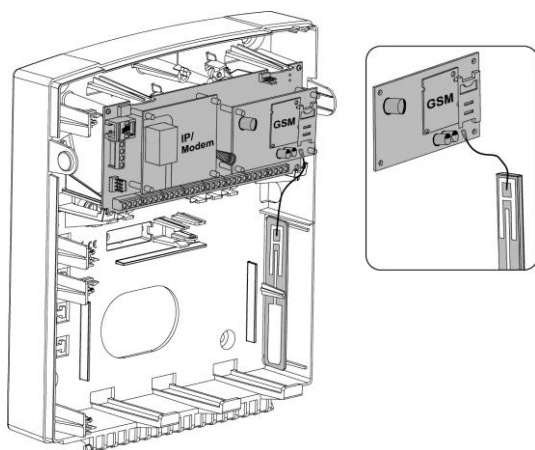

Figura 2-10 Posizionamento del modulo GSM/GPRS e dell'antenna
1. Posizionare la scheda di comunicazione GSM/GPRS opzionale (montata sui supporti cilindrici di posizionamento). Vedi Figura 2-10.
3. Posizionare la piastra dell'antenna e inserirla nel suo apposito alloggiamento a destra del contenitore. (Vedere Figura 2-10)